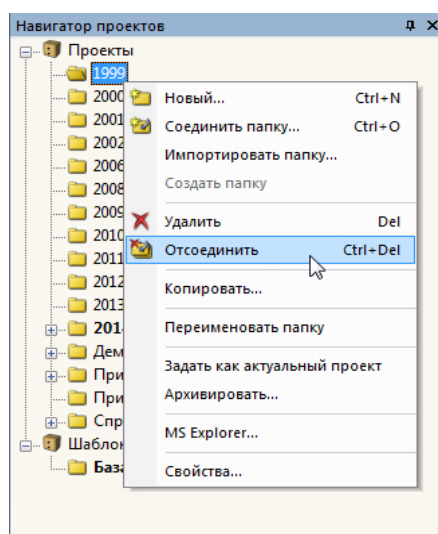
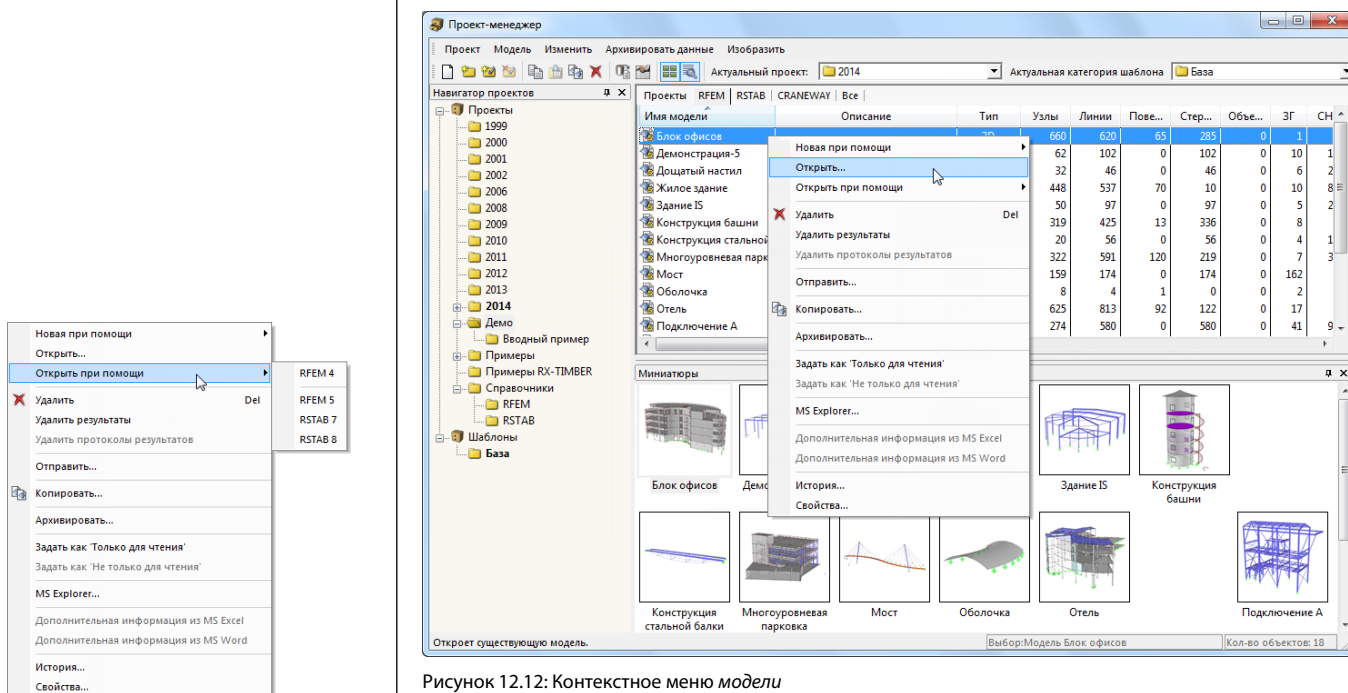

Рисунок 12.7: Контекстное меню проекта
Рисунок 12.12: Контекстное меню модели
- введите команду **Копировать** в контекстном меню проекта в навигаторе (см.Рисунок 12.7).
- выберите пункт **Свойства** в контекстном меню проекта в навигаторе (см. Рисунок 12.7).
- выбора пункта **Свойства** в контекстном меню модели (см. Рисунок 12.12).
- используйте команду **Удалить** в контекстном меню модели (см. Рисунок 12.12).
- функции **История** в контекстном меню модели (см. Рисунок 12.12).
- используйте контекстное меню проекта (см. Рисунок 12.7) или модели (см. Рисунок 12.12).